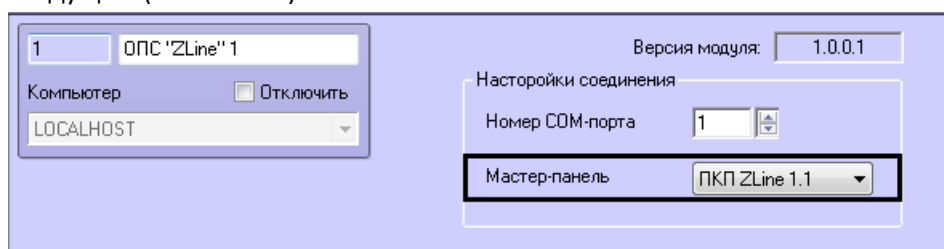

Рис. 3.4—1 Выбор ведущего ПКП
1. На панели настроек объекта **ОПС «Zline»** из списка **Мастер-панель** выбрать ПКП, который является ведущим (Рис. 3.4—1).